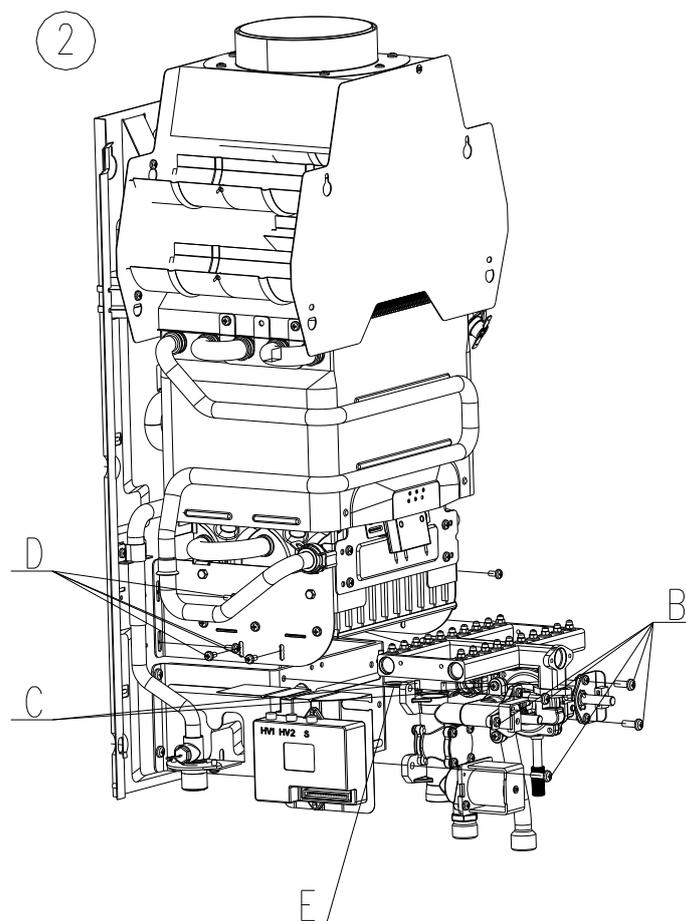

Fig. 16
2. Desenrosque la conexión entre la válvula de agua-gas y su soporte, retire el pestillo que fija la conexión de la válvula del agua y el tubo de entrada de agua del quemador. Retire la conexión del cable para la válvula de agua-gas y la conexión a tierra (Fig. 16, paso B).
3. Desenrosque la conexión entre la válvula de agua-gas y el distribuidor de gas (Fig. 16, paso C).
4. Desenrosque la conexión entre el distribuidor de gas y las abrazaderas de ambos lados del quemador. Afloje el resto de tornillos de las abrazaderas de ambos lados para soltar por completo el distribuidor (Fig. 16, paso D); a continuación, saque el distribuidor.
Realice la sustitución con calma y asegurándose de no dañar ninguna de las juntas de estanqueidad, y coloque los elementos en su posición correcta. Se recomienda sustituir los elementos por otros nuevos (Fig. 16, paso E).